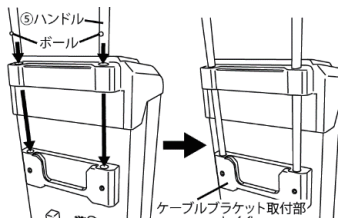

図1
1. ⑤ハンドルのボール部分を押し込みながら、本体上部から⑤ハンドルの差し込んでください。ケーブルブラケット取付部の穴に⑤ハンドルのボールを確実に固定してください（図1参考）。